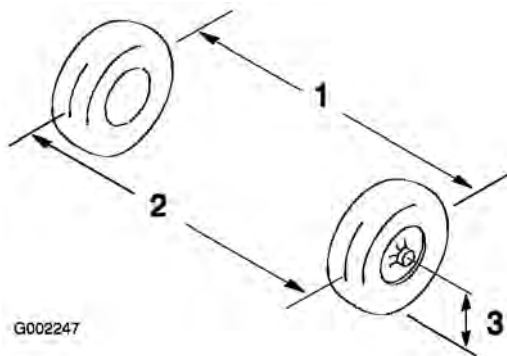

Figura 50
2. Meça a distância entre os pneus dianteiros à altura do eixo na zona dianteira e traseira dos pneus dianteiros (Figura 50).